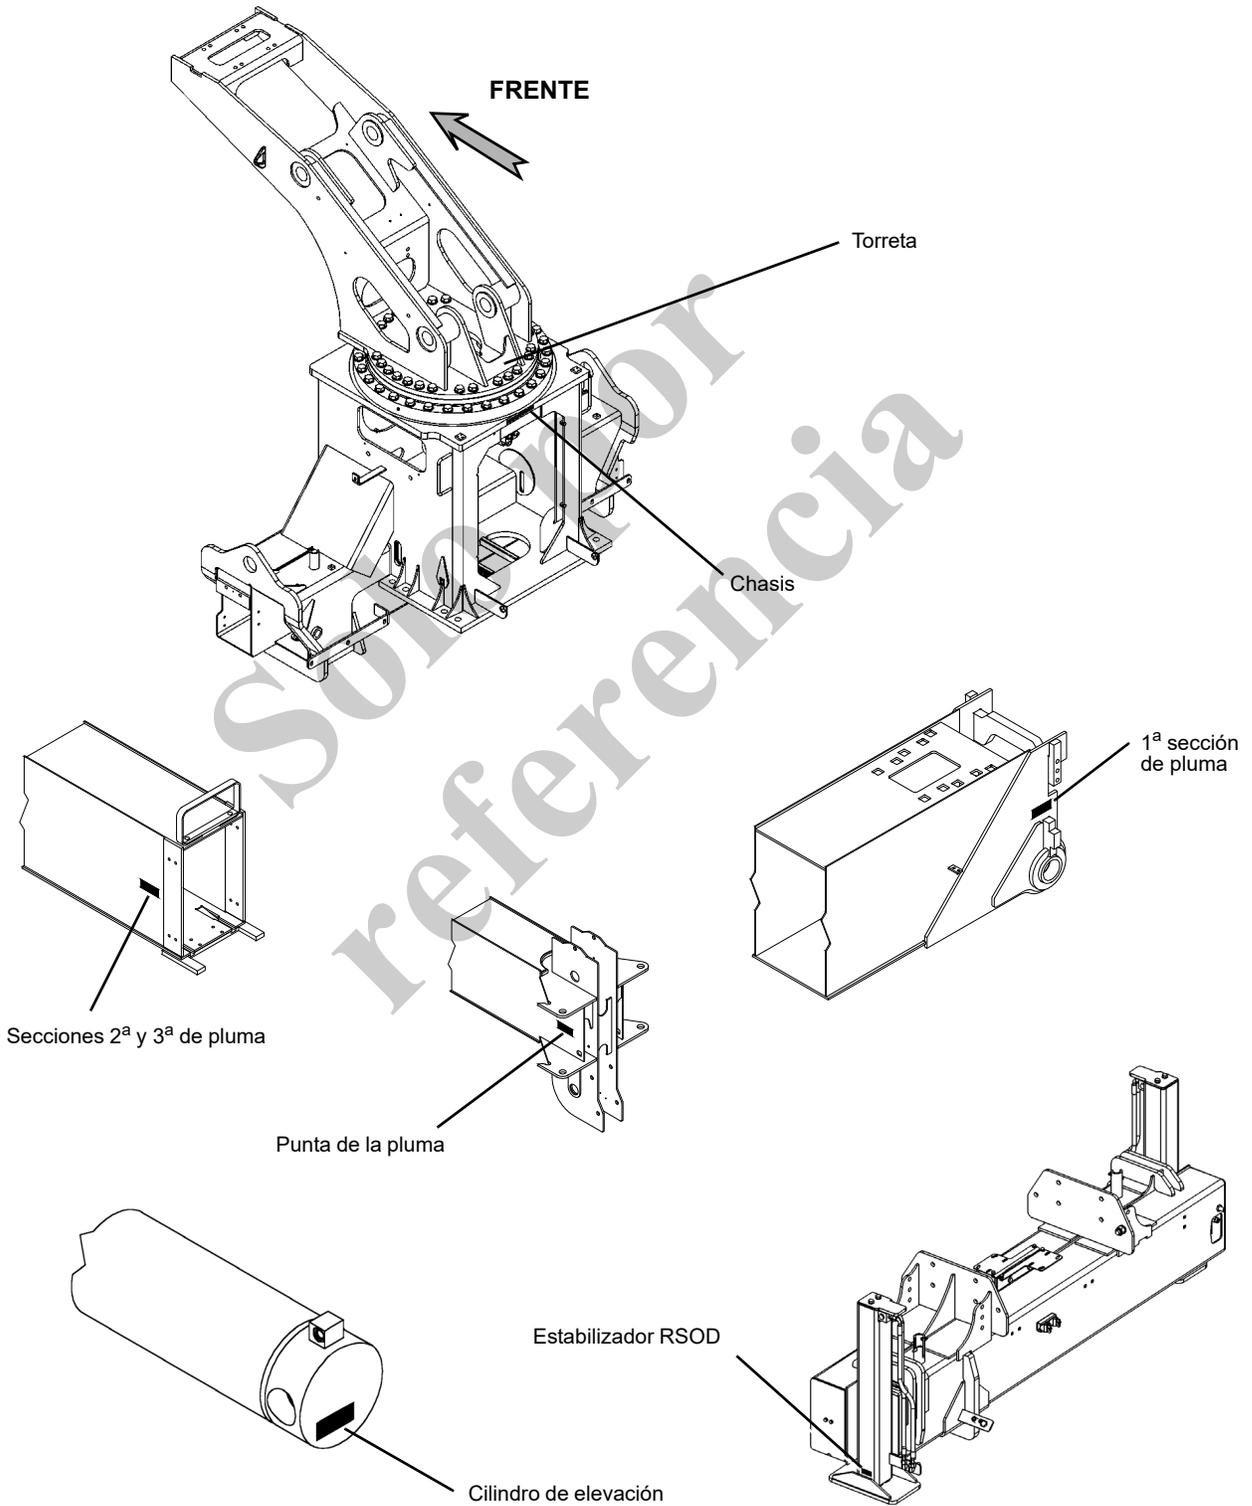

FIGURA 9-1
**NOTA:** Verifique que el número que aparece en las chapas de número de serie de los componentes principales corresponda con el número de serie del chasis de la grúa (Figura 9-1). Si los números de serie no corresponden entre sí, comuníquese con la fábrica antes de continuar. Los números de serie correspondientes sirven para asegurar que se tiene un registro preciso de la información en la fábrica.